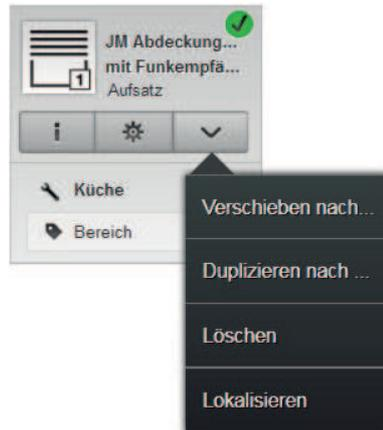

Bild 43: Funktionsauswahl, z. B. Löschen des Gerätes aus dem Projekt
- Schaltfläche in der Gerätekachel wählen (Bild 43).